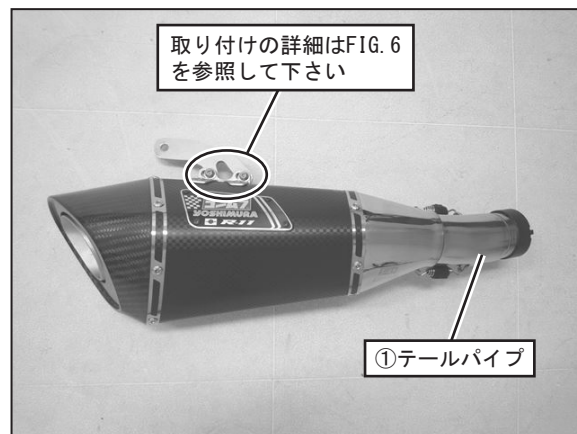

FIG. 5
(FIG. 5, 6 参照)
7. ②サイレンサーに①テールパイプを取り付け、⑦マフラスプリングをスプリング取付工具を使用して取り付けして下さい。(FIG. 5, 6 参照)